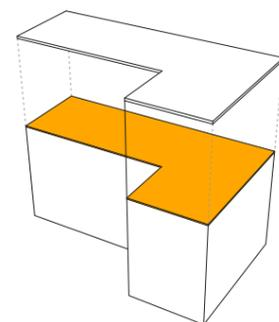

fig. 2
- **6 mm:** si consiglia l'ausilio di un supporto rigido in polipropilene nobilitato (o similare) sviluppato sulla superficie del piano (fig. 2). Onde colmare potenziali differenze di espansione tra i due elementi, è preferibile l'impiego di un collante elastico;